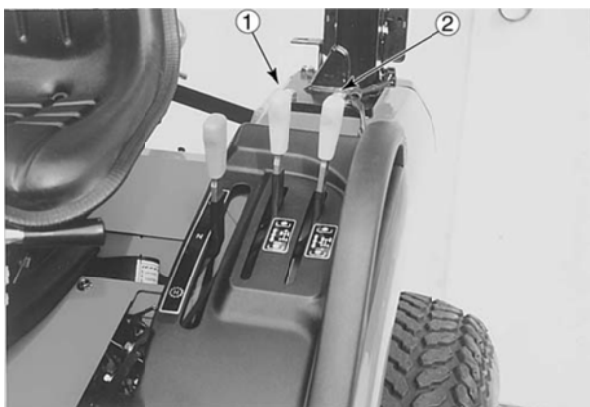

Рис. 27 (Рычаг управления ВОМ: 1. Задний ВОМ; 2. Средний ВОМ)
Рычаги управления задним и средним ВОМ (если установлен) показаны на рис. 27.
- Отключите ВОМ с помощью рычага (см. рис. 27)
3. Полностью выжмите сцепление (трансмиссия в нейтральном положении) и включите ВОМ с помощью рычага (см. рис. 27). **Примечание:** во избежание повреждения ВОМ переместите рычаг до конца.